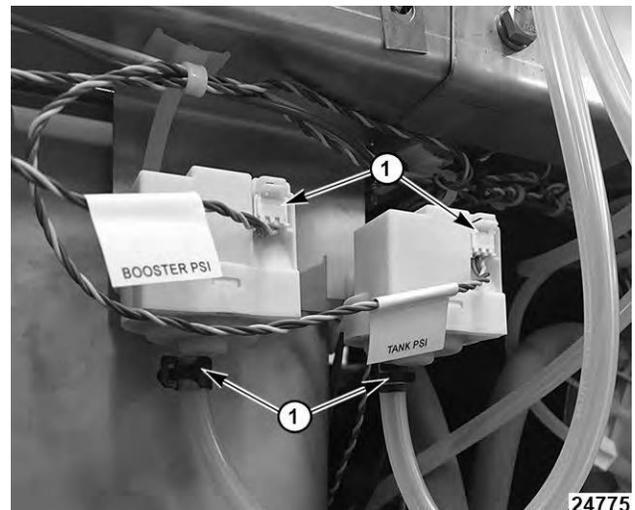

Fig. 84
3. Desconecte el cableado del sensor de nivel de agua (1, Fig. 84).
4. Desconecte la tubería (2, Fig. 84).